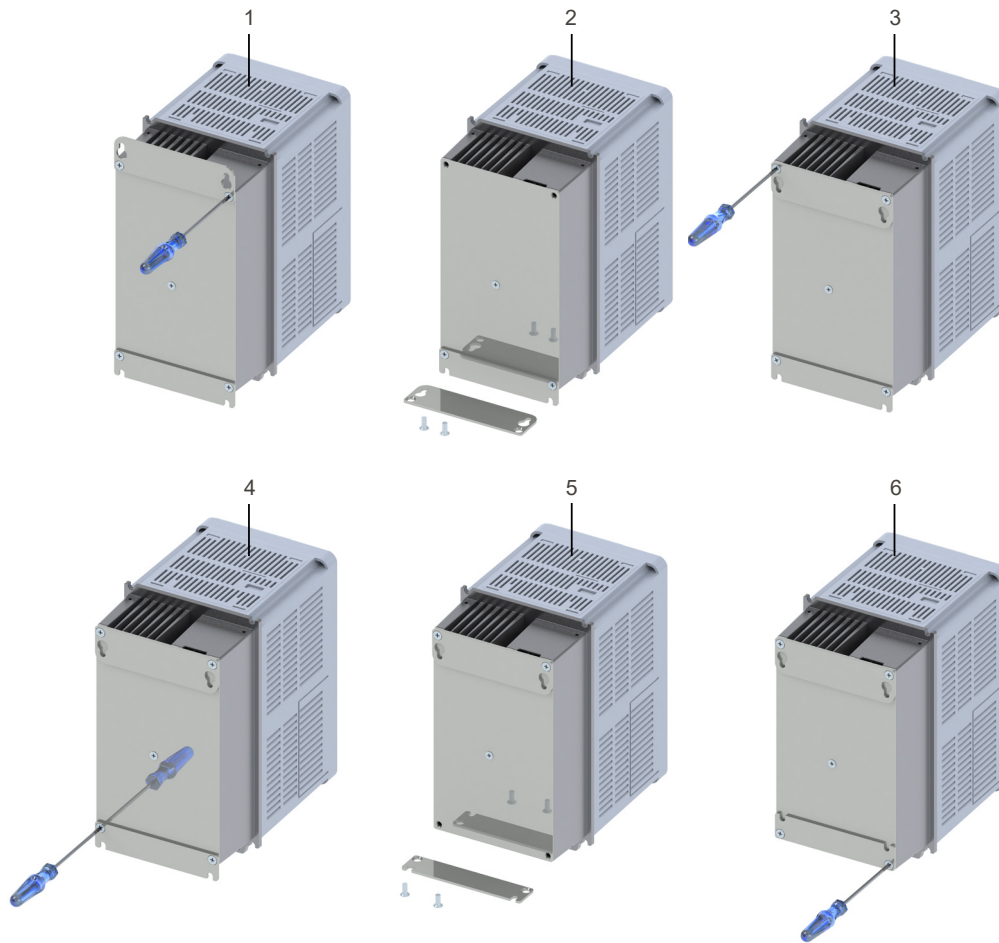

Abbildung 3.4: Neupositionierung der Montagehalterungen
- Die Montagehalterungen müssen entfernt und neu positioniert werden, wie in Abbildung 3.4 auf Seite 24 gezeigt.